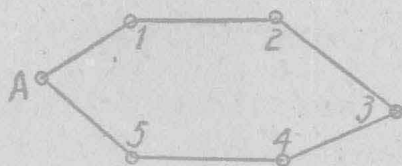

图 10 罗盘导綫自相閉合示意图
(1) 闭合导线：罗盘导线闭合，就是由一个已知点开始，最后又与开始的那点重合，如图10所示，A点系一已知点，由A点测出导线1、2、3、4、5，最后点5又与原来开始的A点重合。根据这样罗盘导线是否能闭合，